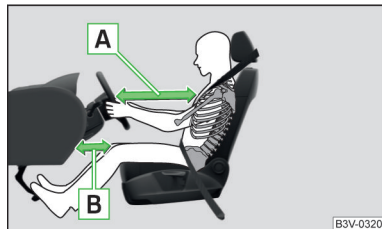

Fig. 9
- Es importante que el conductor y el acompañante mantengan una distancia mínima de 25 cm con respecto al volante o al cuadro de interruptores » fig. 9 - A. Si no respeta la esta distancia, el sistema de airbag no podrá protegerle. ¡Peligro de muerte! Además, los asientos delanteros y los reposacabezas siempre deben estar correctamente ajustados a la estatura del ocupante.
- Ajustar el asiento del conductor longitudinalmente de forma que la distancia de las piernas hasta el cuadro de interruptores en la zona del airbag para las rodillas sea al menos de 10 cm » fig. 9 - B. En caso de que no sea posible cumplir esta condición debido al tamaño del cuerpo, se debe acudir a un taller especializado.